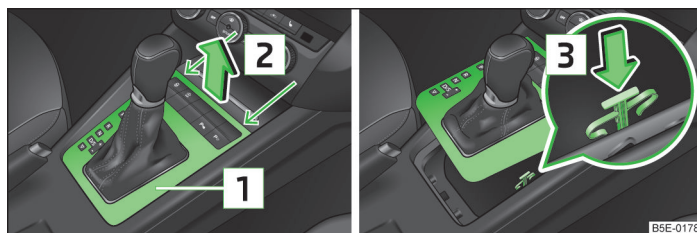

Fig. 204 Deblocarea de urgență a selectorului de viteze
- > Prindeți capacul [1] în zona săgeților și ridicați-l cu grijă în sensul săgeții [2] în față și apoi în spate » fig. 204.